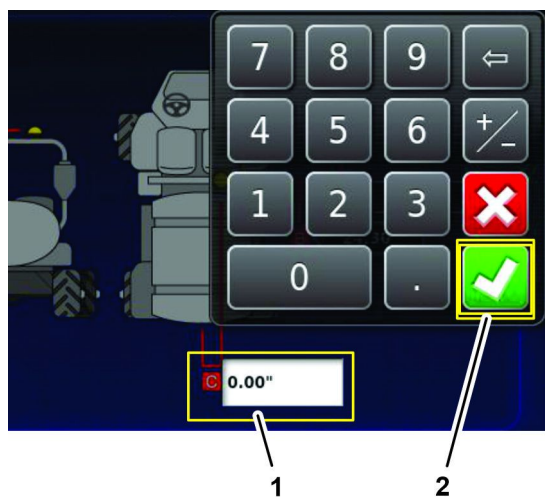

图 191
3. 按机器中心线与卫星接收器中心图标C用显示屏键盘输入您在 测量车辆几何形状 \(页码 79\) 中记录在车辆几何形状表中的测量值然后按“确认”图标 图 191。